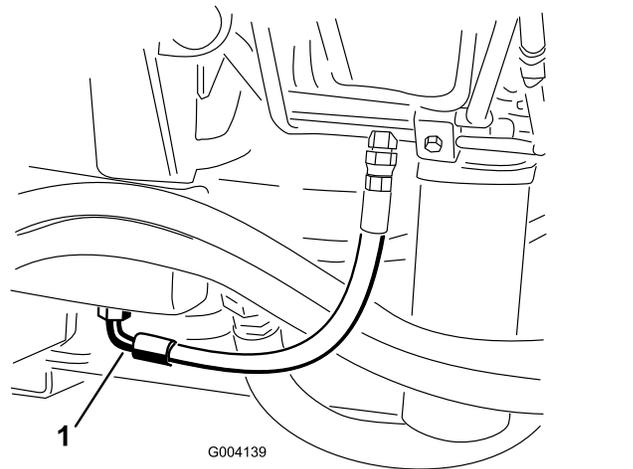

Рисунок 88
2. Установите большой сливной поддон под штуцер, находящийся в нижней части бака с гидравлической жидкостью (Рисунок 88).